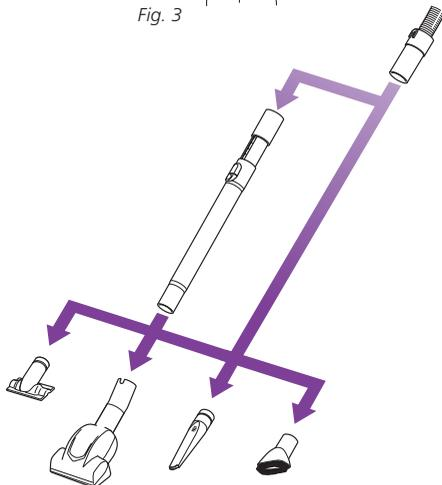

Fig. 6
- 6 Insérez le tube télescopique au boyau flexible. Poussez-le jusqu'à ce qu'il soit bien inséré. (fig. 6)
- 7 Installez l'accessoire désiré à l'extrémité du boyau flexible ou du tuyau télescopique en le poussant à l'intérieur jusqu'à ce qu'il soit bien en place. (fig. 6)